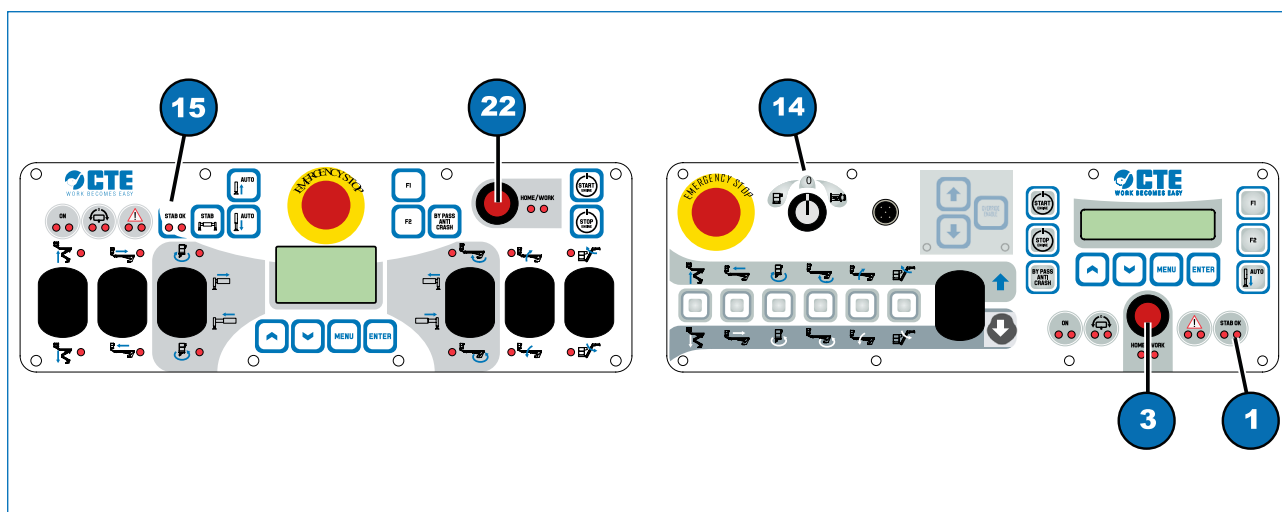

Fig. 6.8
- 1) ruotare la chiave del selettore (Fig. 6.8, 14) nella posizione "Comandi in piattaforma di lavoro";
- 2) premere e mantenere premuto il tasto "HOME/WORK" (Fig. 6.8, 22)
- 1) ruotare la chiave del selettore (Fig. 6.8, 14) nella posizione "Comandi a terra";
- 2) premere e mantenere premuto il tasto "HOME/WORK" (Fig. 6.8, 3)
- 1) inserire la chiave e ruotare il selettore (Fig. 6.8, 14) nella posizione "Comandi a terra";
- 4) verificare lo spegnimento delle spie "STAB OK" (Fig. 6.8, 1);
- 5) ruotare la chiave nella posizione "0" ed estrarla dal selettore (Fig. 6.8, 14).
- 6) ruotare la chiave nella posizione “0” ed estrarla dal selettore (Fig. 6.8, 14).